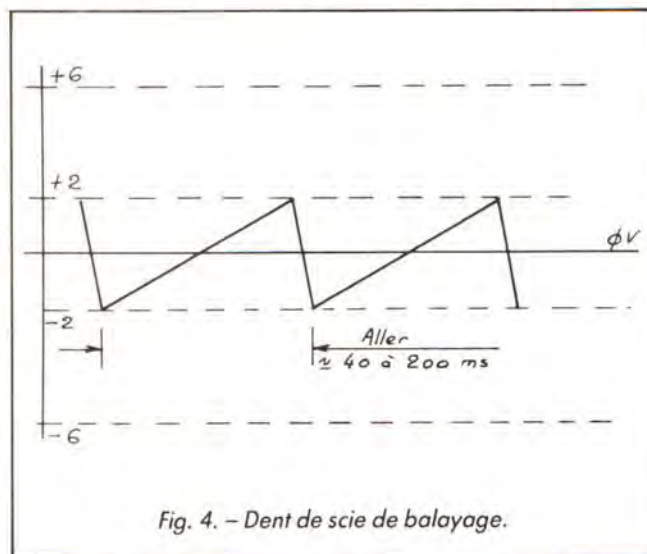
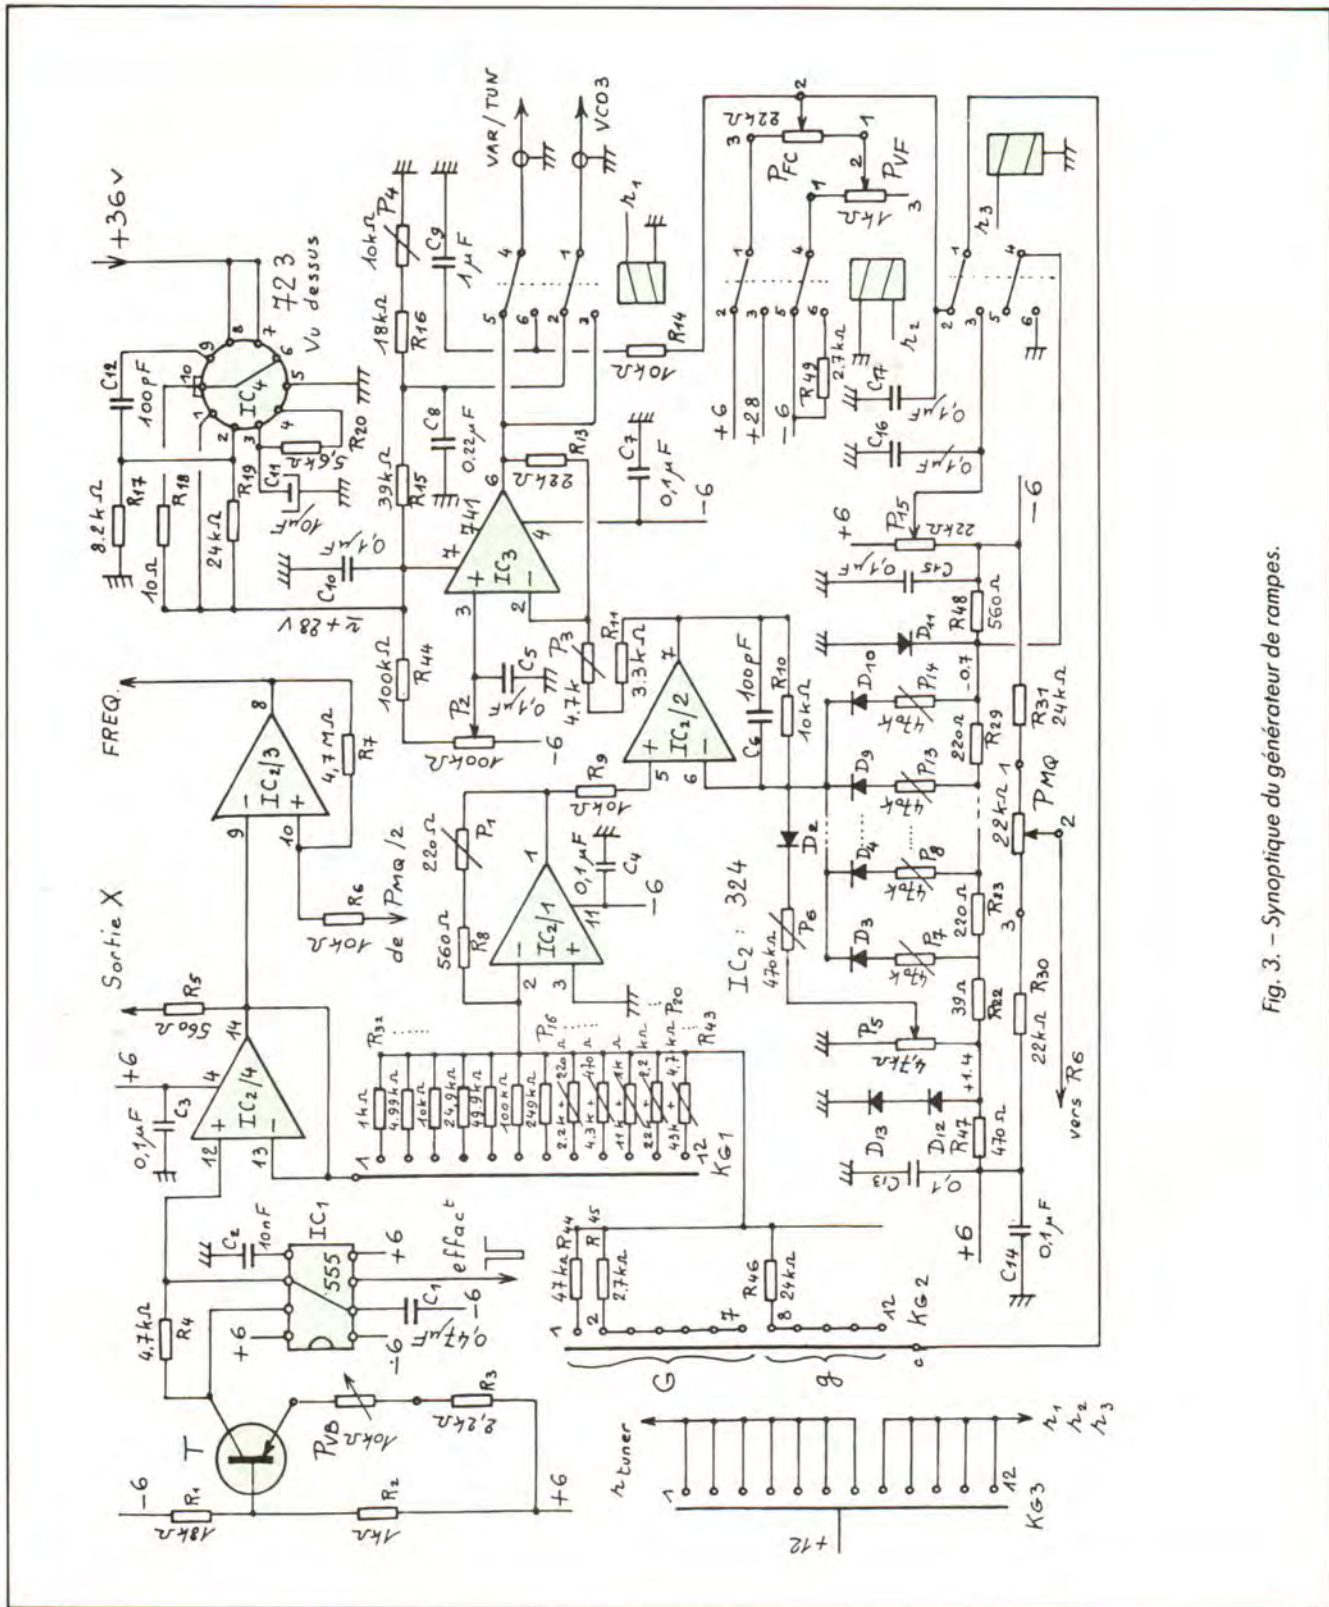

Fig. 4. – Dent de scie de balayage.
Fig. 3. - Synoptique du générateur de rampes.
Se reporter à la figure 3 montrant une certaine complexité ! La rampe linéaire de balayage est générée par IC₁, un banal 555, associé au transistor T, un PNP monté en générateur de courant constant. La valeur de ce courant est déterminée par le réglage du potentiomètre P_{V_B}. Le condensateur C₁ se charge ainsi très linéairement à travers R₄ et T, jusqu'à atteindre une tension égale aux 2/3 de la tension d'alimentation de IC₁, connecté entre + et - 6 V. La tension de C₁ monte donc jusque 2/3 (12) + (-6) = 8 - 6 = + 2 V. A ce niveau, IC₁ bascule et décharge C₁ à travers R₄ jusqu'à descendre au 1/3 de la tension d'alimentation, soit 1/3 (12) + (-6) = 4 - 6 = - 2 V. La dent de scie évolue ainsi entre + 2 V et - 2 V, comme on le voit en figure 4.